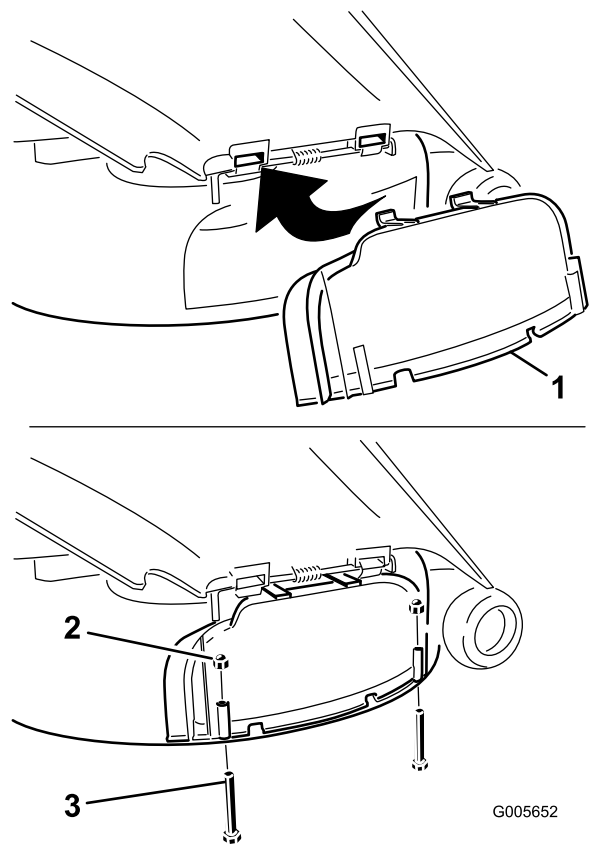

Figure 24
3. Soulevez le déflecteur d'herbe et glissez les languettes en haut de l'obturateur d'éjecteur sous la tige de retenue du déflecteur d'herbe. Abaissez l'obturateur d'éjection jusque sur le bord inférieur du carter de tondeuse pour fermer l'ouverture (Figure 24).
4. Fixez l'obturateur d'éjection au bord inférieur du plateau de coupe avec deux boulons (1/4 x 2-1/2 pouces) et deux écrous borgnes (1/4 pouce), comme illustré à la Figure 24.